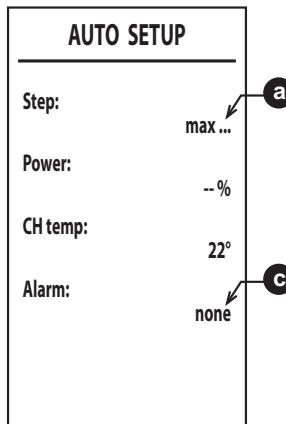

fig. 38
6. Dopo l'accensione, il bruciatore si posiziona alle varie potenze (max, med, min) indicate dal punto a (fig. 38).
fine, compare la scritta max_err al punto a e un codice di errore al punto c (fig. 38).